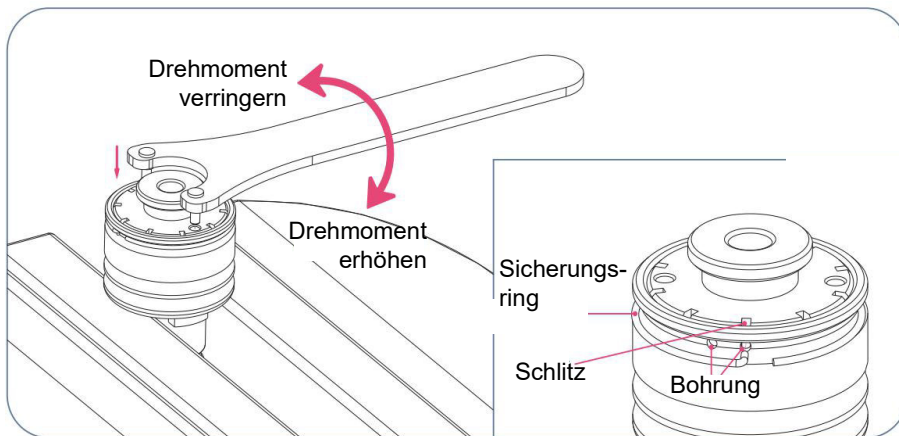

Abb. 6-9: Kupplungsdrehmoment der Spannzange einstellen
- ➔ Stellen Sie das Drehmoment mit dem Drehmomentschlüssel ein (Abb. 6-9).